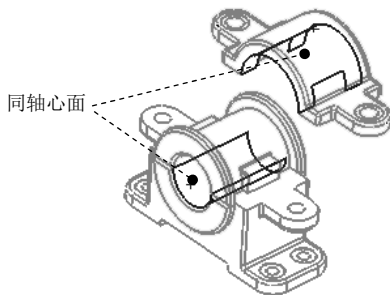

图 7.11.13 选取同轴心面
(1) 引入零件。选择下拉菜单 **插入(I) → 零部件(P) → 现有零件/装配体(E)...** 命令，在系统弹出的“打开”对话框中选取 top\_cover.SLDPRT，单击 **打开** 按钮；将零件放置于图 7.11.13 所示的位置。
(2) 添加配合，使零件完全定位。
① 选择下拉菜单 **插入(I) → 配合(M)...** 命令，系统弹出“配合”对话框。
② 添加“同轴心”配合。单击“配合”对话框中的  按钮，选取如图 7.11.13 所示的两个面为同轴心面，单击快捷工具条中的  按钮。